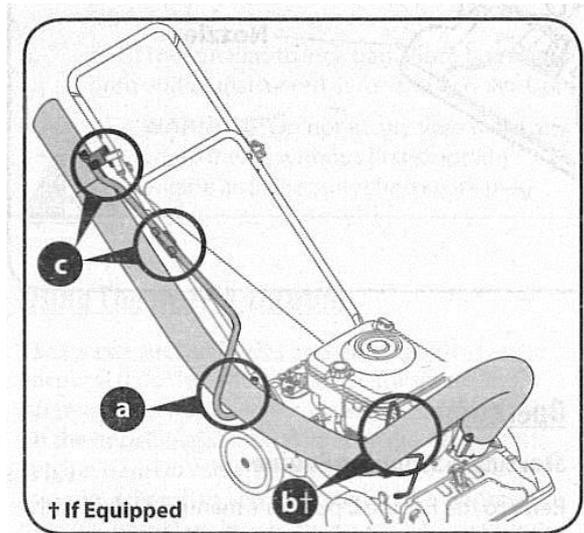

図.6-5
- ホースハンドルの湾曲している部分にホースを接続します。(図.6-5-a)
- ホースは、向かって左手前の補助金具(図.6-5-b)を通り、チップ投入口の横を通り、ハンドルに添わせます。
- まず、ホースハンドルを上部のブラケットに固定し、その後、下部のブラケットに固定します。(図.6-5-c)